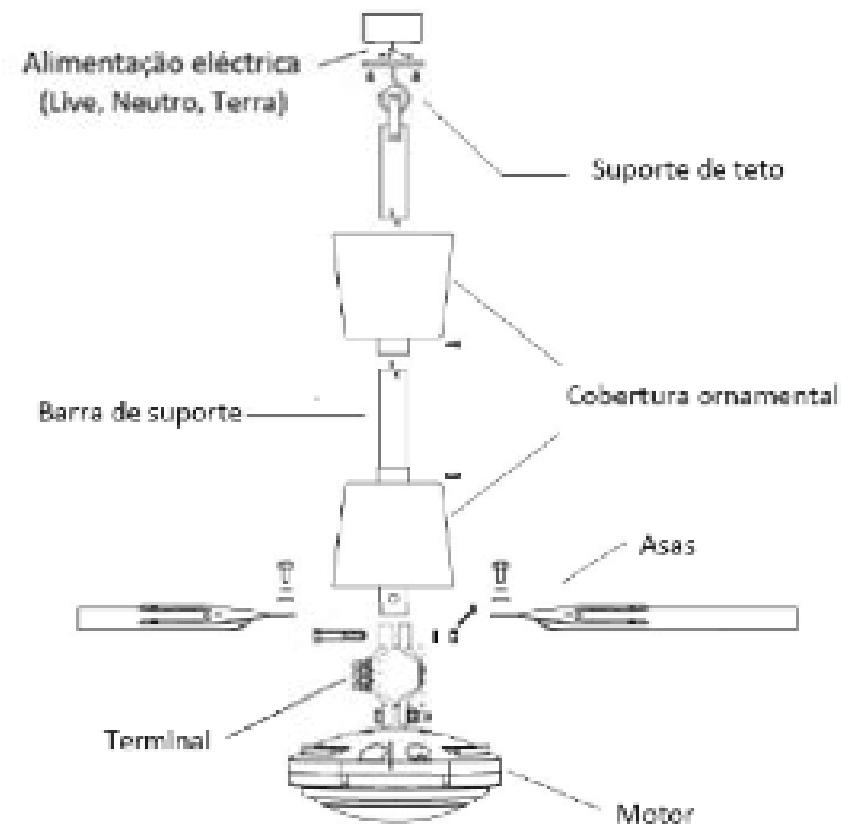

Fig.1
1. Deslize a cobertura na barra de suporte conforme mostra a fig.1.a.
4. Conecte os fios ao terminal corretamente conforme mostra a fig.1.b.